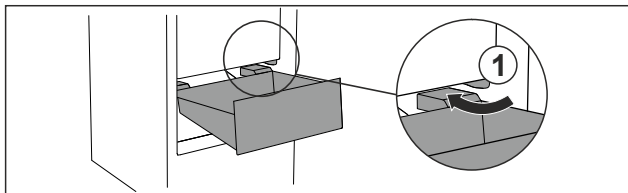

Fig. 77
- Zásuvku ved'te šikmo podél zářezek Fig. 77 (1).